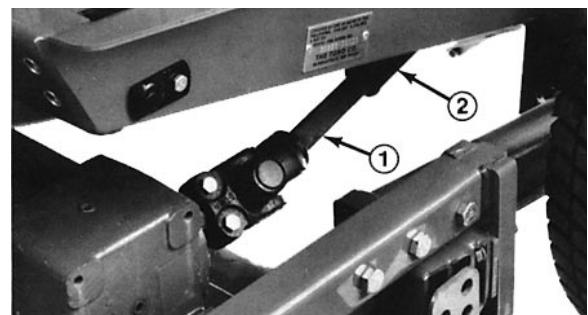

Bild 7
5. Den Motor abstellen und das Schnittwerk von Zugmaschine und Trägerrahmen wegschieben, dabei die Stecker- und Buchsenteile der Zapfwelle trennen (Bild 7).